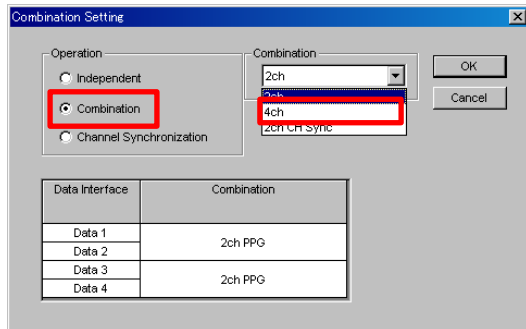

Fig.8 Combination Setting
- 1) Combination Setting を行います。2.2 項とは異なり、ここでは 4ch Combination に設定します。(Fig.8)